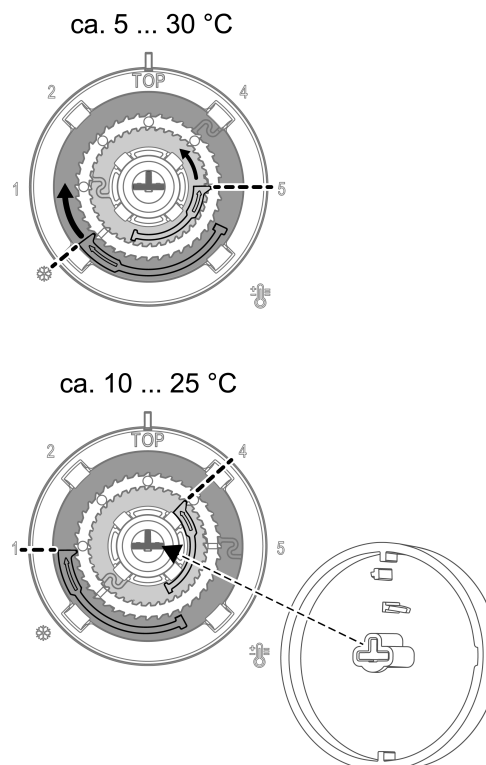

Bild 4: Einstellung der Temperaturbegrenzung (vorher/nachher)
- Bedienknopf von der Zentralplatte abziehen, so dass die Einstellringe sichtbar sind (Bild 4).
- Bedienknopf wieder aufstecken, dabei Kodierung (Bild 4, unten) von Bedienknopf und Drehachse beachten.